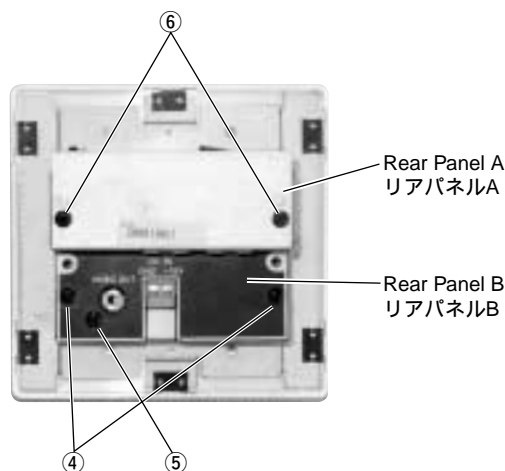

Fig. 2
- a) Remove 2 screws marked [④] and 1 screw marked [⑤]. (Fig. 2)
- b) Remove the Rear Panel B. (Fig. 2)
- c) Remove 2 screws marked [⑥]. (Fig. 2)
- d) Remove the Rear Panel A by sliding it downward. (Fig. 2)
- a) ④のネジ2本、⑤のネジ1本を外します。( Fig.2 )
- b) リアパネルBを取り外します。( Fig.2 )
- c) ⑥のネジ2本を外します。( Fig.2 )
- d) リアパネルAを下方へスライドさせ、取り外します。( Fig.2 )